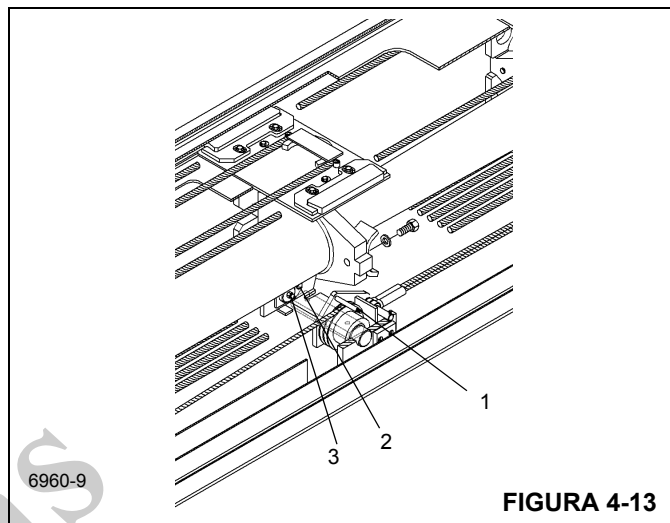

FIGURA 4-13
1. Na parte traseira da seção intermediária externa, remova o parafuso e a bucha de retenção dos cabos de cima de cada conjunto de polias dos cabos de retração (1) Figura 4-13.
2. Em ambos os lados, remova os parafusos que fixam cada conjunto soldado do eixo do conjunto de polias de retração (2) Figura 4-13. Remova o eixo, a bucha espaçadora, o conjunto de polias e as duas arruelas de empuxo. Se necessário, remova a graxeira (3) do conjunto soldado do eixo.